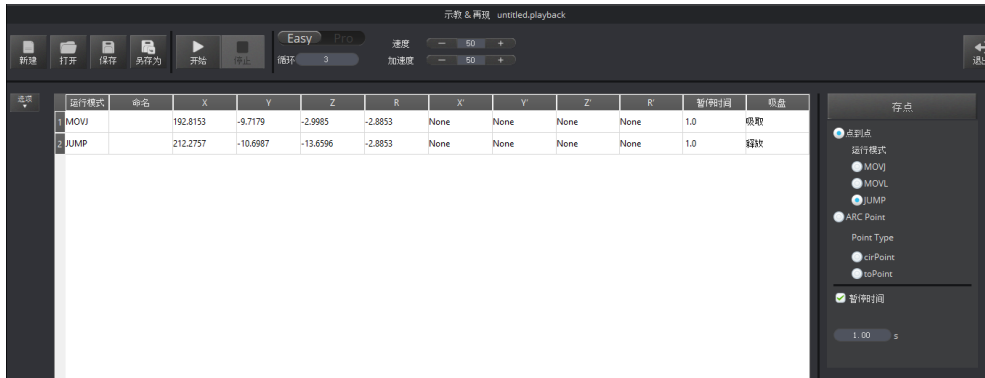

图 5.24 存结束点 B
5. 单击“存点”，保存结束点B对应的机械臂坐标信息。如图 5.24所示。